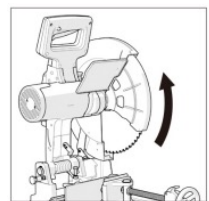

Fig. 5
- Drej med hånden for at trække den nederste klingebeskyttelse opad til den øverste klinge-beskyttelse. (Fig.5)